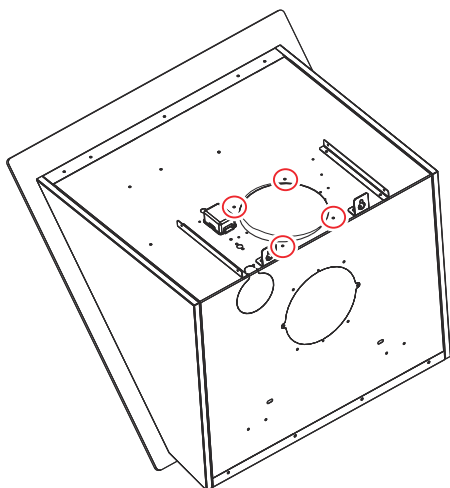

Fig. 10: Løsn motorens skruer
1. ➡ Løsn motorens skruer (Fig. 10).